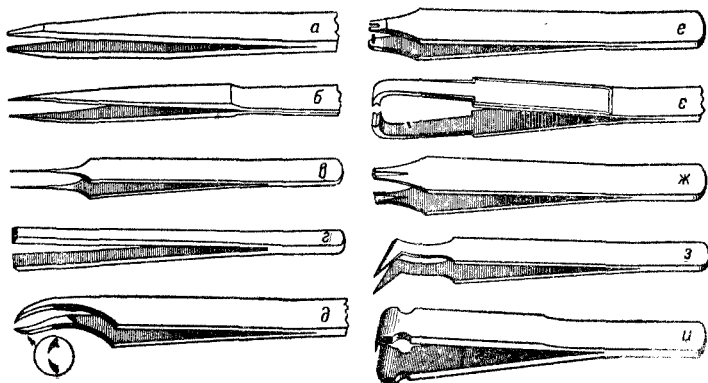

Рис. 4. Пінцети:
**Пінцети.** Для встановлення в механізм годинників і видалення з нього різних деталей і вузлів, а також для інших робіт годинникар повинен мати набір пінцетів відповідно до характеру виконуваної роботи (рис. 4).